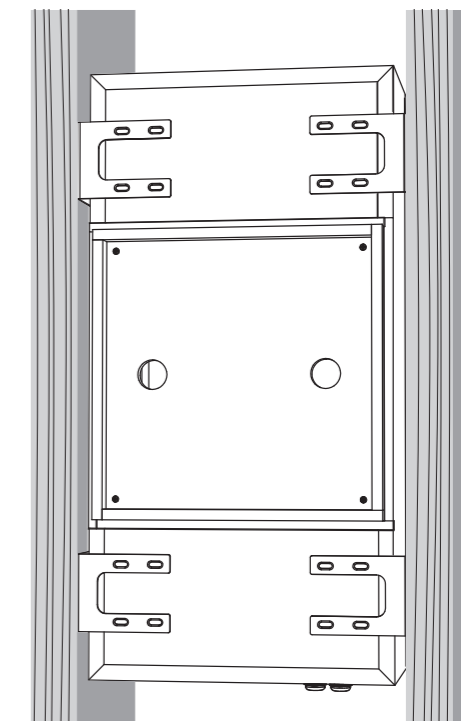

Fig. 2 Screw the brackets and back can together.
3. Lyft försiktigt ryggburken till den valda platsen mellan takbjälken med hjälp av en assistent och lyft och skjut den på plats tills den stöds av de fyra fästena och centreras mellan dem (Bild 2).